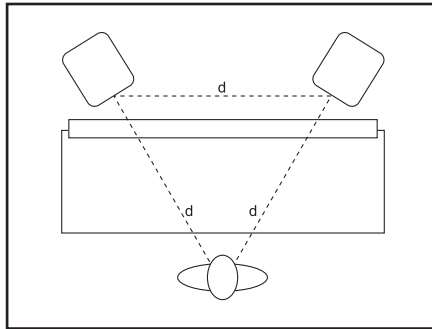

Figura 3.1
- *Configuración del campo medio* – Esta configuración es similar a la configuración del campo cercano. Normalmente se usa con monitores grandes, o cuando éstos son demasiado grandes o pesados para el medidor de nivel. Esta configuración tiene el potencial de ofrecer un punto focal (sweet spot) más amplio y una mejor imagen espacial. Asegúrese de que la altura del woofer esté por encima de la altura de la consola. (Figura 3.1)